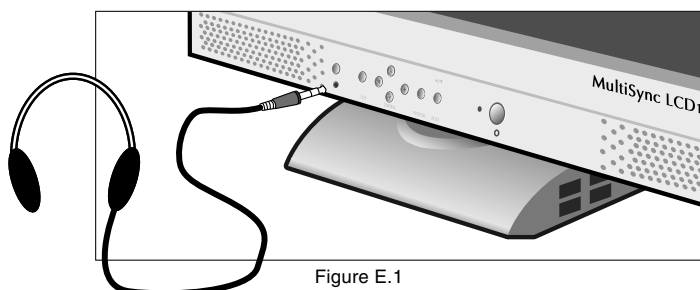

Figure E.1
5. Le casque doit être raccordé à la sortie « Headphones » à l'avant du cadran du moniteur portant l'inscription «  » (Figure E.1). Tant que le casque est branché, le son ne sera pas fourni par les haut-parleurs. Le casque peut être acheté chez votre fournisseur de matériel électronique.